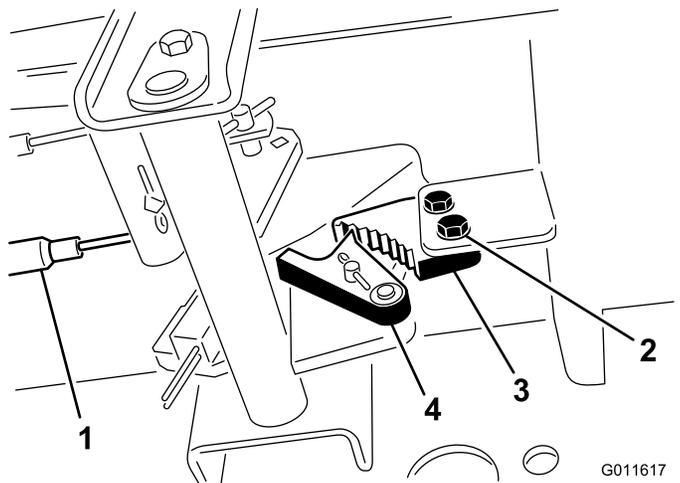

Figura 99
1. Allentate le due viti che fissano il nottolino del freno di stazionamento al telaio (Figura 99).
2. Premete in avanti il pedale del freno di stazionamento finché il fermo non s'innesta completamente nel nottolino del freno (Figura 99).